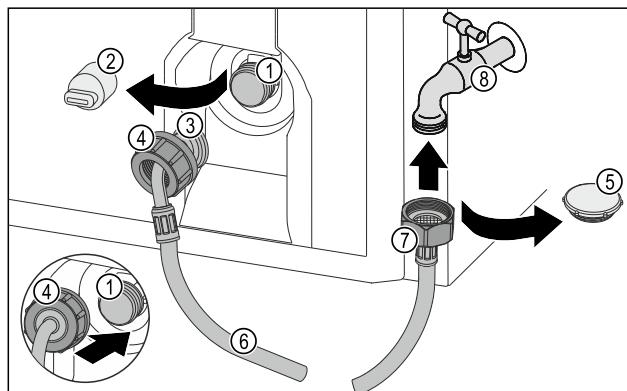

Fig. 32
- Verschlusskappe Fig. 32 (5) entfernen.
- Gerades Schlauchende Fig. 32 (7) am Wasserhahn Fig. 32 (8) ansetzen.
- Mutter am geraden Schlauchende Fig. 32 (7) im Uhrzeigersinn festziehen.